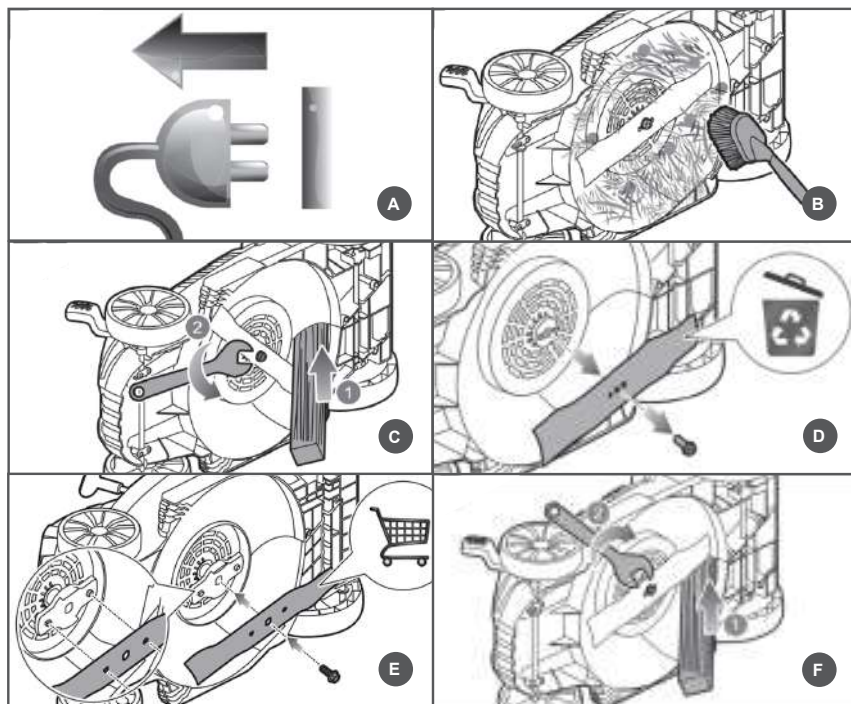

Рис. 17 Замена ножа
2. Возьмите одной рукой нож и крепко держите, или установите деревянный брусок 1 и зафиксируйте нож от проворачивания (Рис. 17).
3. Установите гаечный ключ 2 (в комплектность не входит) и открутите против часовой стрелки болт крепления ножа (Рис. 17).
5. Установите новый нож на адаптер 2 (Рис. 17) так, чтобы:
брусочек 1 и зафиксируйте нож от проворачивания (Рис. 17).